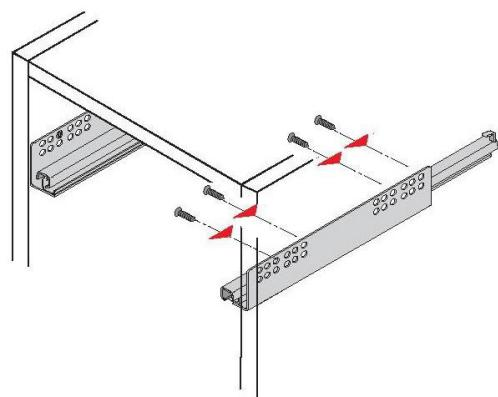

Рис. 2
3. На боковые стенки (150), (151), перегородку (155) шурупами 6,3x10,5 установить направляющие ящиков, при этом первое отверстие на боковой стенке совместить с третьим отверстием в верхнем ряду на направляющей (рис.2 и схема сборки).
4. На нижние торцы боковых стенок (150), (151) и планку опорную (168) установить подпятники-гвозди (схема сборки).